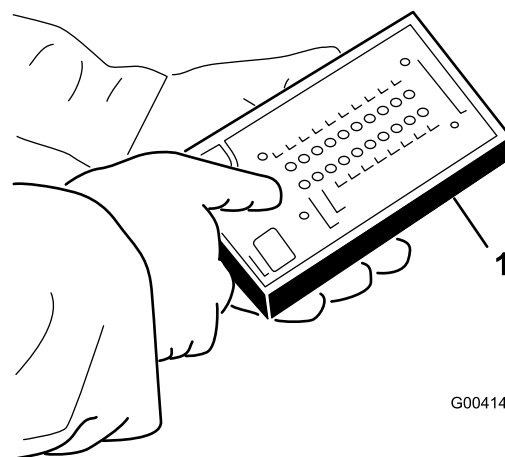

Figura 42
5. Conecte el conector de la pantalla diagnóstica ACE al conector del arnés (Figura 42).